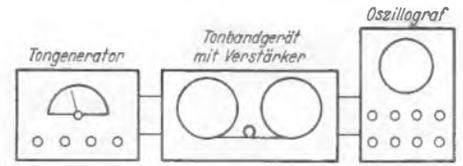
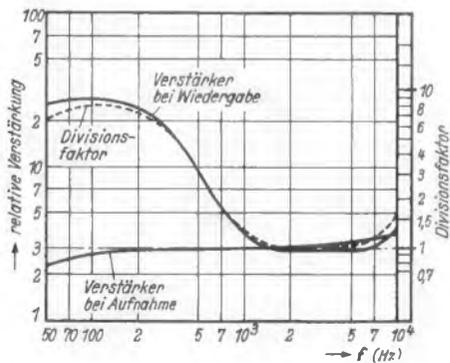
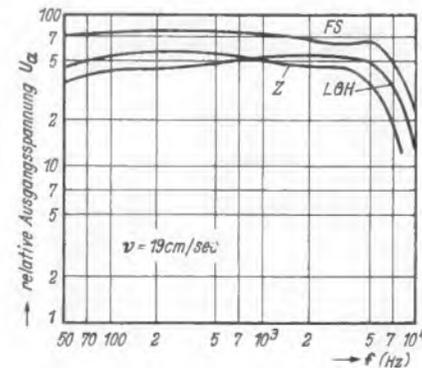

Bild 1. Meßeinrichtung
Bild 2. Frequenzkurven der benutzten Magnetongeräte
Bild 3. Überallesfrequenzkurve des FS-, LGH- und Z-Bandes
Bild 1 zeigt die Meßeinrichtung, die aus einem Tongenerator, einem handelsüblichen Magnetongerät und einem Oszillografen besteht. Zunächst wird der Frequenzgang des Verstärkers des Magnetbandgerätes in Aufsprech- und Wiedergabeschaltung gemessen (**Bild 2**). Durch Multiplikation der Verstärkungen erhält man den Gesamteinfluß des Verstärkers auf das Signal. Bei der Auswertung ist dann die Überallesfrequenzkurve durch die entsprechenden Faktoren zu dividieren, um die „echte“ Frequenzkurve des Bandes zu erhalten. Dies Verfahren ist bequem, da die zu messenden Größen etwa auf dem gleichen Niveau liegen, was vor allem die oszillografische Aufnahme wesentlich erleichtert.
Bild 3 zeigt die Überallesfrequenzkurve der drei in Deutschland verbreitetsten Bänder LHG (BASF), FS (Agfa) und Genoton Z (Anorgana), woraus unter Zuhilfenahme der Kurve in Bild 2 die Frequenzkurven der Bänder am Hörkopf ermittelt
Zur Einstellung der Rückkopplung ist ein Schirmgitterkondensator von 150 pF vorgesehen. Dieser Wert stellt einen Kompromiß für die Verwendung von 100- und 1000-kHz-Quarzen dar, wenn diese als Steckquarze ausgebildet sind und von außen ausgewechselt werden sollen. Hierbei läßt sich selbstverständlich nicht die höchste Genauigkeit erzielen, da der Gitterkondensator für beide Frequenzen benutzt werden muß, also nur auf einen mittleren Wert eingestellt werden kann. Besser ist es, nach Bild 3 zu schalten. Hier ist ein zweipoliger keramischer Umschalter vorgesehen, der die (eingebauten) Quarze und die gesonderten Gitter- und Schirmgitterkondensatoren umzuschalten gestattet. Hiermit ist sowohl eine bessere Leistung als auch eine genaue Einstellung auf den Frequenz-Sollwert zu erzielen, vorausgesetzt, daß die Quarze nur um geringe Beträge von der Sollfrequenz abweichen. Bei sehr genauen Quarzen (besser als $\pm 3 \cdot 10^{-5}$) wird oft der Gitterkondensator in einen hochwertigen Festkondensator von 5...10 pF und in einen Trimmer (keramischer Lufttrimmer) von 10 bis 15 pF aufgeteilt, um höhere Konstanz zu erzielen. Selbstverständlich kann man bei Vorhandensein weiterer Quarze mit geeigneten Frequenzen noch weitere Schaltungen vorsehen.
Die Anschaltung der zweiten Röhre, die als Oberwellenverstärker arbeitet, erfolgt nach Bild 3 über einen kleinen Kondensator von etwa 20...25 pF. Soll die Endstufe moduliert werden, so ist die Benutzung einer Röhre mit herausgeführtem Bremsgitter erforderlich. Im Anodenkreis der zweiten Röhre liegt eine Drossel, die so bemessen ist, daß ein möglichst geringer Teil der erzeugten Oberwellen verloren geht. Die Hochfrequenz kann mit Hilfe eines niederohmigen Potentiometers (um Frequenzverwerfungen gering zu halten) in gewissen Grenzen geregelt werden. Bei höheren Ansprüchen empfiehlt sich der Einbau eines innen abgeschirmten Hochfrequenzteilers, da sich nur mit solchen sehr niedrige Spannungen einstellen lassen. Zu beachten ist, daß die Erdung des Ausgangsreglers bei der Katode der zweiten Röhre erfolgt.
Beim praktischen Aufbau eines Gerätes nach Bild 3 ist zu beachten, daß die Quarze im Inneren des Kastens, die Röhren dagegen außen montiert werden, damit ihre Wärme nicht auf die Quarze einwirken kann. Obwohl gute Quarze einen Temperatur-Koeffizienten (TK) von $2 \cdot 10^{-6}/^{\circ}\text{C}$ und besser besitzen (d. h., daß sich bei einem 100-kHz-Quarz die Frequenz um 0,2 Hz bei 1°C Temperaturänderung verschiebt), ist es aus Gründen der Frequenzkonstanz ratsam, den Quarz möglichst weit von wärmeabstrahlenden Teilen zu montieren (bei sehr hohen Ansprüchen an Konstanz muß der Quarz im Thermostaten betrieben werden, einem geschlossenen Gehäuse, das mit selbsttätiger Temperaturregelung versehen ist). Die Drosseln werden jeweils nahe dem Anodenanschluß der betreffenden Röhre aufgebaut. Widerstände und Kondensatoren sollen möglichst nicht freitragend, sondern unter Verwendung von Lötstützpunkten montiert werden. Es sollen beste Einzelteile, insbesondere feuchtigkeitsichere Kondensatoren guter Qualität, verwendet werden. Zur Isolation von Hf-